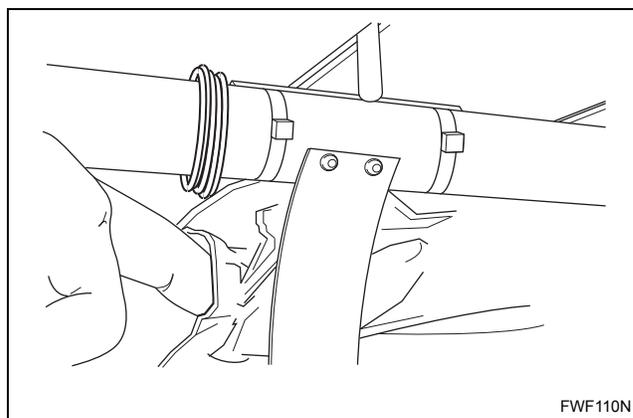

Figure 14
- b. Retirer le papier de protection manuellement. Agissez avec la plus grande prudence autour des lames de séparation et du capteur de température. Se reporter aux *Figures 14, 15 et 16*.